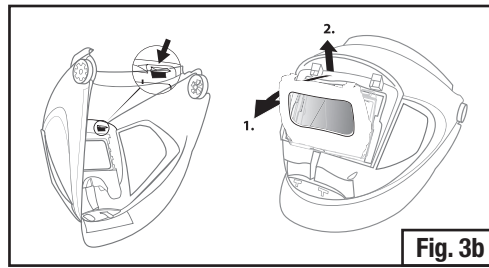

Fig. 3b
- Retirer le filtre à lentille photosensible en pressant les languettes bleues à l'intérieur de l'écran vers le bas de manière à relâcher le mécanisme de verrouillage, puis pousser la languette à travers l'ouverture (Fig. 3b).